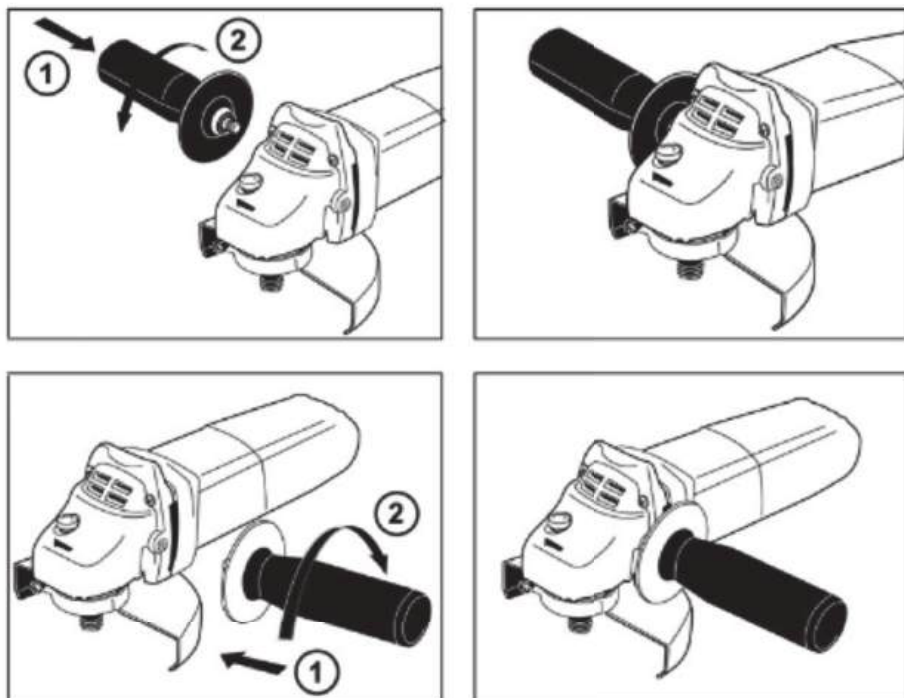
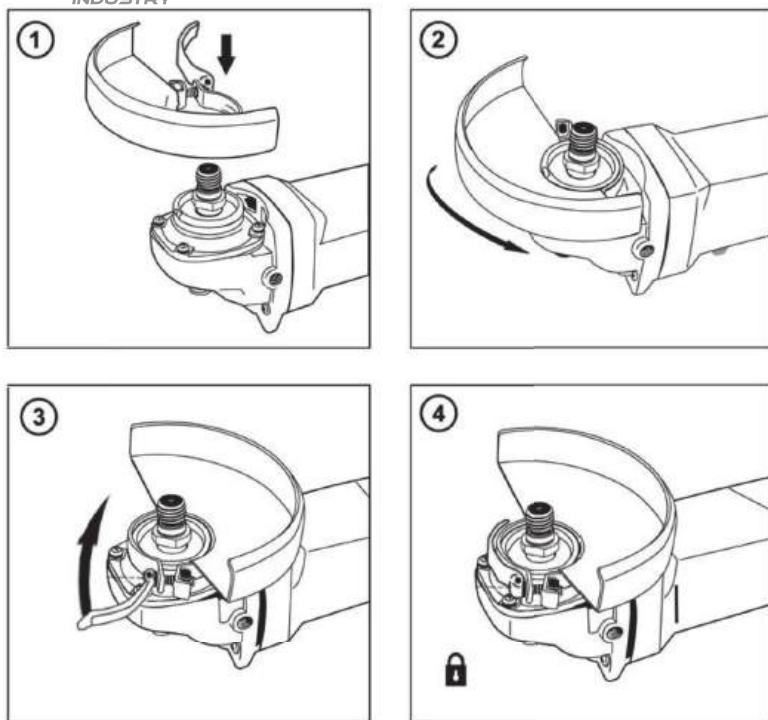
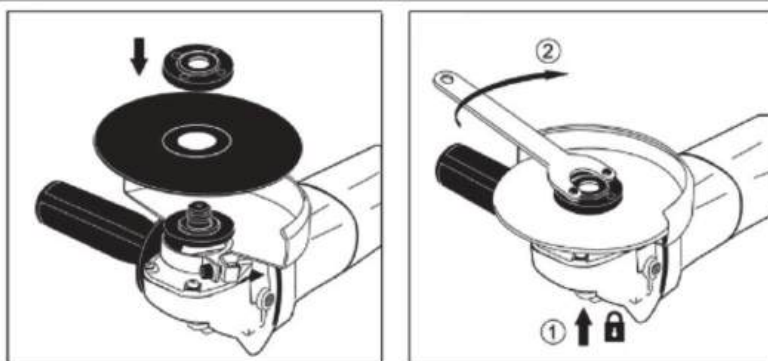

Рис.2
Рис.3
Рис.4
При нажатии клавиши выключателя (3, рис.1), происходит включение электродвигателя. Крутящий момент от электродвигателя передается через одноступенчатый редуктор на шпиндель машины. Фиксация шпинделя осуществляется нажатием и удерживанием в нажатом положении кнопки фиксатора диска (см. рис.3). Крепление диска осуществляется посредством затяжки фланцевой зажимной гайки с резьбой (см. рис.4). Регулировка и фиксация положения защитного кожуха (см. рис.3) происходит путем ослабления и затяжки стопорного винта. Конструкция шлифмашины позволяет устанавливать дополнительную рукоятку (см. рис.2) в двух положениях. Выбор скоростного режима, осуществляется с помощью кнопки (5, рис.1). Контроль уровня заряда аккумуляторной батареи осуществляется с помощью индикаторов заряда (11). Общий вид устройства представлен на рис.1, стр.5.
Для удобства выполнения работ дополнительную рукоятку можно установить с левой и с правой стороны редуктора. Вставьте рукоятку в соответствующее резьбовое отверстие и заверните до упора по часовой стрелке. См. рис.2.
Ваша модель шлифмашины оборудована защитным кожухом с системой быстрой фиксации. Установите защитный кожух на редуктор шлифмашины, как это показано на иллюстрации ниже. Выберите нужное положение кожуха и зафиксируйте его быстросъемным механизмом. При необходимости ослабления/затягивания механизма используйте регулировочный винт. См. рис.3.
Установите на шпindel посадочную шайбу. Установите на посадочную шайбу диск. Закрутите прижимную шайбу. При установке следите, чтобы диск установился без перекосов. Для надежной фиксации диска зафиксируйте вращение шпинделя кнопкой-фиксатором (2, рис.1) на редукторе (7, рис.1) и воспользуйтесь специальным ключом для прижимной шайбы. См. рис.4.